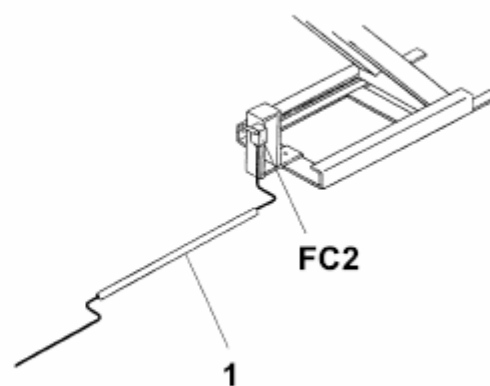

Рис. 24
Подсоедините провода в пульте управления к электромагнитным клапанам EV5, EV6, EV7, EV8 к реле давления (CP) (см. рис. 24). Разместите микровыключатель FC2 под платформой P1, уложите кабель в специальный канал (1 Рис. 24) и подсоедините его к контактной панели в пульте управления (см. Рис. 23). Закрепите канал для кабеля к полу, используя специальные штифты, поставляемые в комплекте.